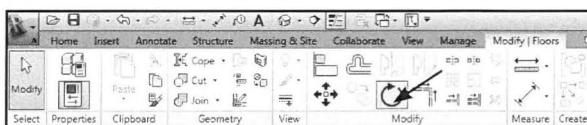

Fig. 07.24. Vælg *Rotate* værktøjet.
- Vælg nu *Rotate* værktøjet i panelet i toppen (Fig. 07.24).